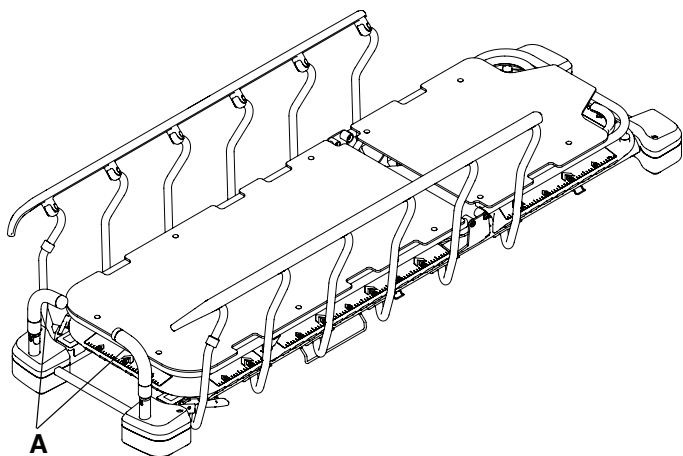

Figura 8 – Colocación de las asas de empuje del extremo de los pies
1. Tire recto hacia arriba de las asas de empuje del extremo de los pies (A), una cada vez (Figura 8).
2. Gire las asas de empuje del extremo de los pies (A) hasta la posición de uso.